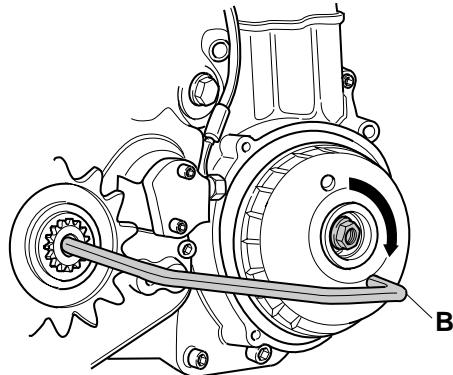

Fig. 11
2. Bloccare il volano con un attrezzo di ritegno (Rif.B - Fig.11). Allentare il dado nel centro del volano girandolo in senso orario.
2. Use a holding tool (Ref.B - Fig.11) as shown in the figure to lock the flywheel. Then turn the nut in the centre of the flywheel clockwise to remove it.
2. Das Schwungrad mit einem halteeisen blockieren (Bez.B - Abb. 11) und die Schwungradmutter (Links-gewinde!) abschrauben.
2. A l'aide d'un outil (Rèf.B - Fig.11), bloquez le volant. Desserez ensuite l'écrou qui se trouve au centre du volant, en tournant dans le sens horaire.